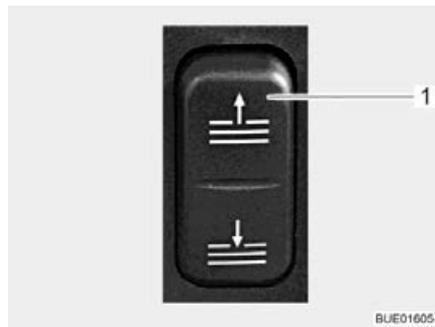

Bild 47 Schalter (elektrische Bedienung der Faltverdunklung)
- Öffnen und schließen:** ■ Schalter am Armaturenbrett (Bild 47,1) drücken.